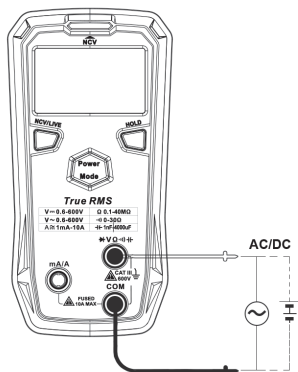

Рис. 3 Измерение переменного и постоянного напряжения
7.1 Измерение переменного и постоянного напряжения (см. рис. 3)